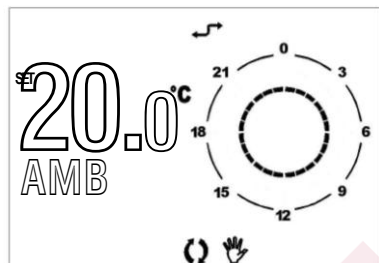

Рисунок 9 – Автоматический форсированный режим
- Режим **АВТОМАТИЧЕСКИЙ ФОРСИРОВАННЫЙ**: показывается на дисплее символом "Автоматический" и "Ручной" режим (смотри Рисунок 9).
Для включения автоматического форсированного режима достаточно нажать кнопки ▲ и ↕ и ▼ и ↕ и настроить требуемую температуру (в примере - 20°C). На дисплее появится символ автоматического и ручного режима (Рисунок 9).